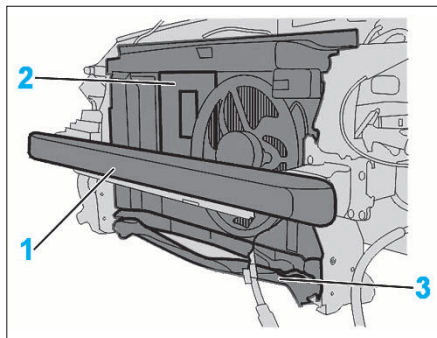

FIG. 83
- la traverse avant (1) (Fig.83)